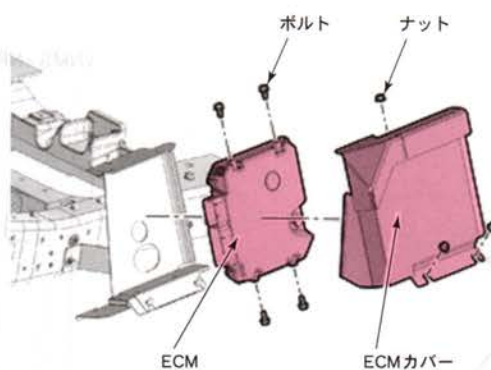

図 I-4 ECM 取り付け位置
(2) ECM (エンジン・コントロール・モジュール) (図 I-4)